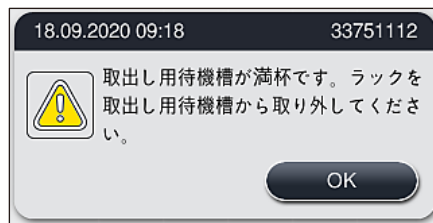

図 90
- 遅くとも、アンロードステーションが満杯になったことを知らせる警告メッセージが表示されたときは、取出し用待機槽を開き、ラックを取り出す必要があります (→「図 90」)。警告メッセージに従わなかった場合、その後はラックをアンロードステーションに移すことができなくなります。ステップ時間が守られず、染色プロセスが延びるため、染色結果が変化し、最終的には無効になる可能性があります。